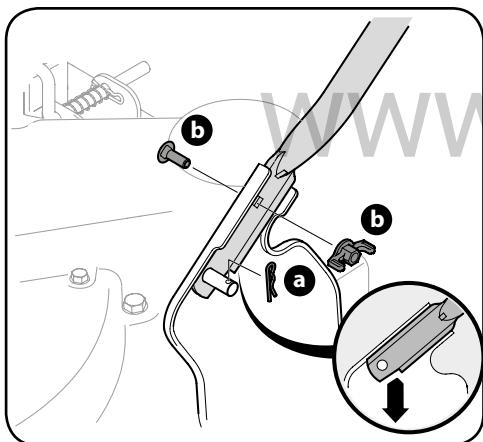

Рисунок 3-1
- а. Наложите нижние отверстия нижней рукоятки на пальцы на кронштейнах и закрепите фиксаторами. См. рисунок 3-1.
- а. Вставьте опорные винты в верхние отверстия нижней рукоятки изнутри и закрепите гайками-барашками. См. рисунок 3-1.